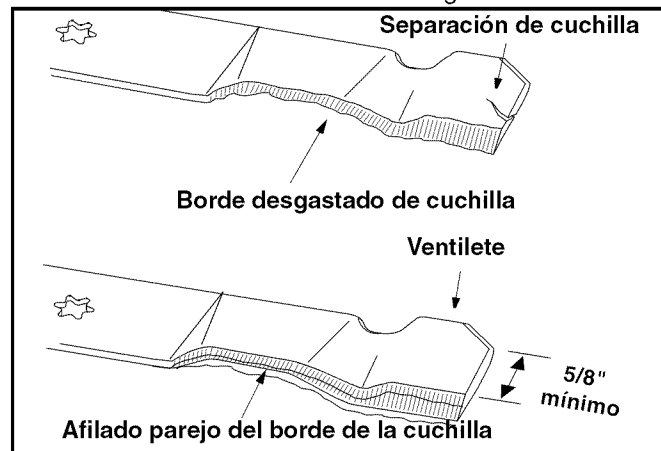

Figura 17
- Para afilar las cuchillas de corte de forma adecuada, extraiga cantidades iguales de metal de ambos extremos de las cuchillas a lo largo de los bordes cortantes, de forma paralela al borde de caída, a un ángulo de 25° a 30°. Vea la Figura 17.
**IMPORTANTE:** Si el borde de corte de la cuchilla ya ha sido afilado hasta dentro de 5/8" del radio del ventilete, o si existe una separación de metales, reemplace las cuchillas con otras nuevas. Vea la Figura 17.